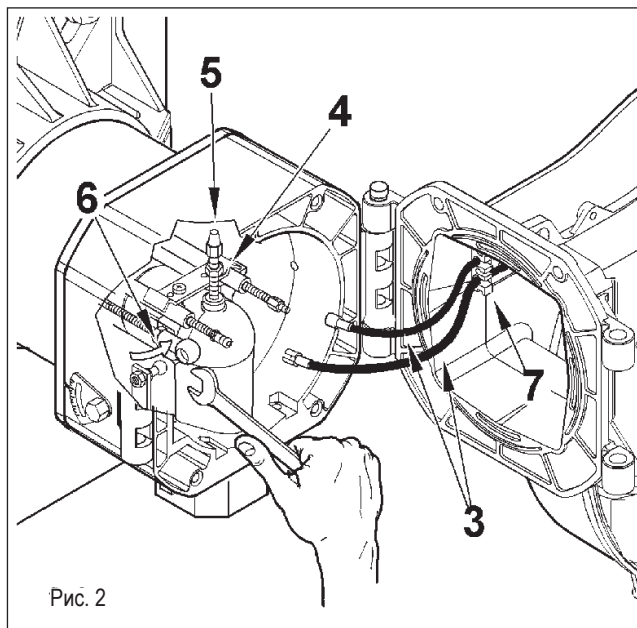
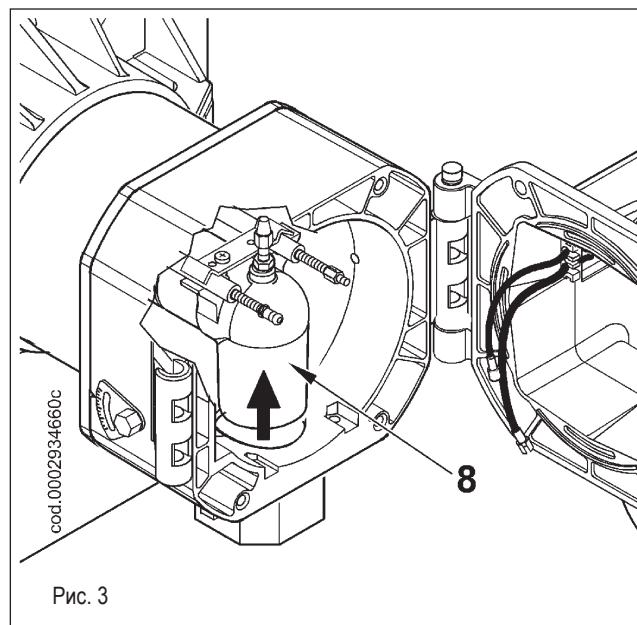
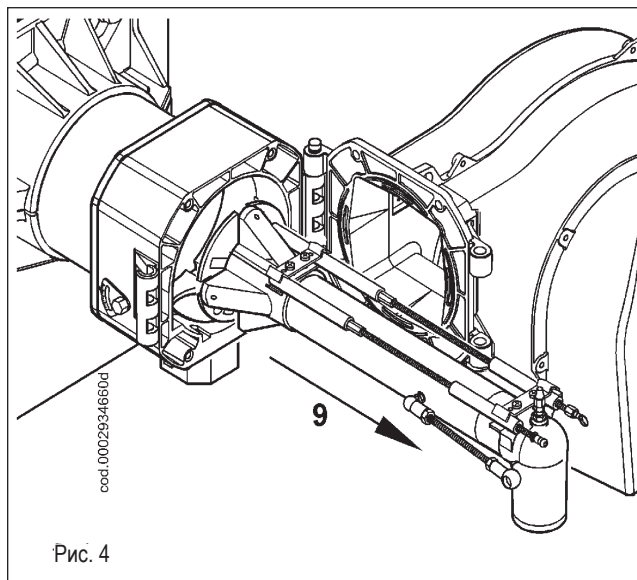

Рис. 2
Рис. 3
Рис. 4
После того как были вынуты провода розжига и ионизации (3) из соответствующих электродов, полностью отверните гайку (4) и заверните винт (5) так, чтобы он продвинулся по газоподводящему патрубку (8), как показано на рис. 3, на расстояние, достаточное для гарантирования демонтажа узла смесителя. Используя тот же ключ, поверните шаровой шарнир (6) в направлении, указанном стрелкой, и отцепите рычаг продвижения головки горения (смотрите рис. 2).
Слегка приподнимите газоподводящий патрубок (8), смотрите рисунок 3. Снимите весь узел смесителя в направлении, указанном стрелкой (9), смотрите рисунок 4. Завершив техническое обслуживание и проверив правильное положение электродов розжига и ионизации, монтируйте головку горения, выполняя операции в обратном вышеперечисленному порядку (см. 0002934691).
В момент закрытия горелки, мягко потяните в сторону электрического щита, чтобы электрод розжига и ионизации слегка натянулись. После этого расположите их в соответствующих гнездах (7), смотрите рисунок 2. Это позволит предотвратить поломку электродов крыльчаткой во время работы горелки.